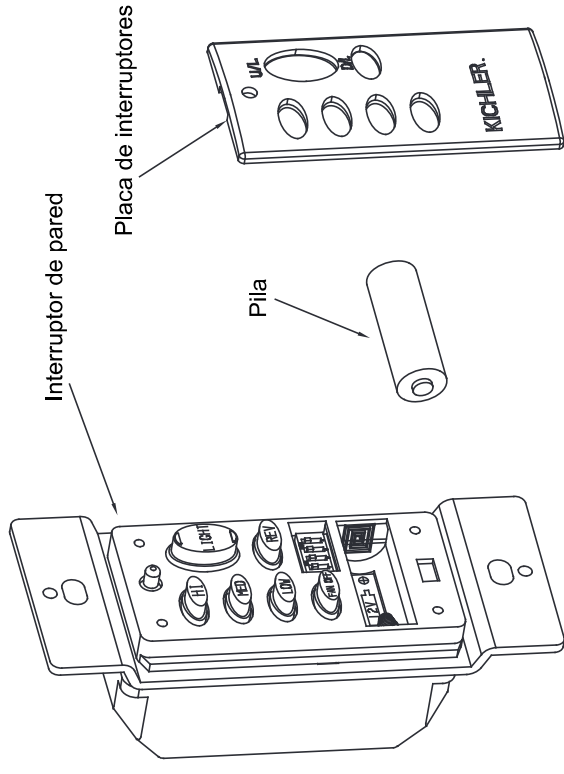

Fig. 19
Paso 1. Use un destornillador plano pequeño en la parte superior o inferior de la placa de interruptores para separar con cuidado la placa de interruptores del interruptor de pared. Instale la pila de 12 voltios incluida con el sistema de control de montaje en pared y asegúrese de que esté correctamente colocada. Sustituya la placa de interruptores (Fig. 19).
Paso 2. Pruebe el transmisor presionando y soltando CUALQUIER botón. Una luz ROJA debe encenderse. Si no es así, compruebe que la pila está colocada y asentada correctamente (Fig. 19).